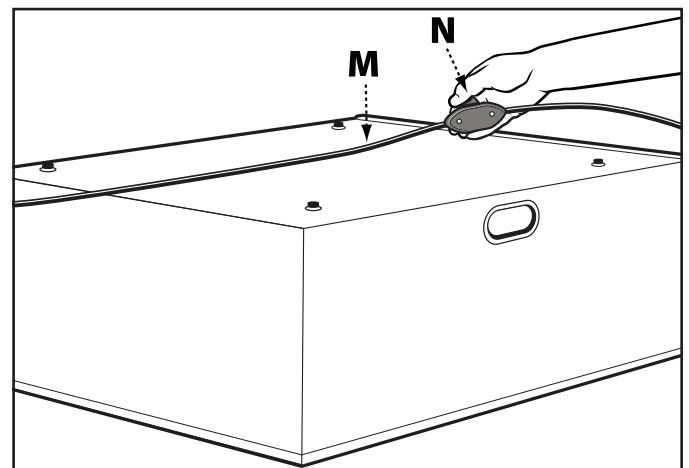

FIG. 7
El purificador de aire está equipado con un interruptor basculante (tipo "rocker") en línea (M) Fig.7, ubicado en el cable de alimentación (N). Para encender o detener el motor, presione el interruptor basculante hacia abajo, según las marcas al costado. Cuando haya terminado con el purificador de aire, apague el interruptor en lugar de desconectar la unidad.